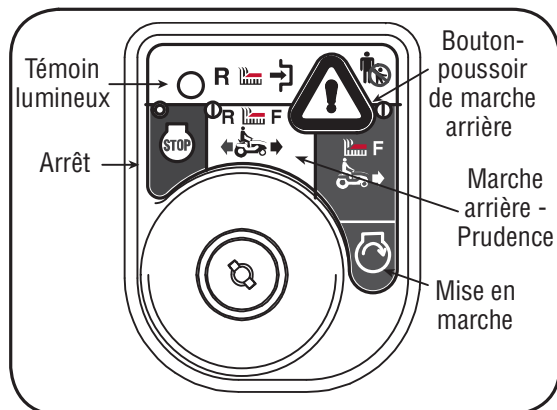

Figure 4-5
2. Déplacez la clé de la position « **NORMAL MOWING** » (Verte) (Tonte normale) à la position « **REVERSE CAUTION MODE** » (Jaune) (Marche arrière - Prudence). Voir la Figure 4-5.